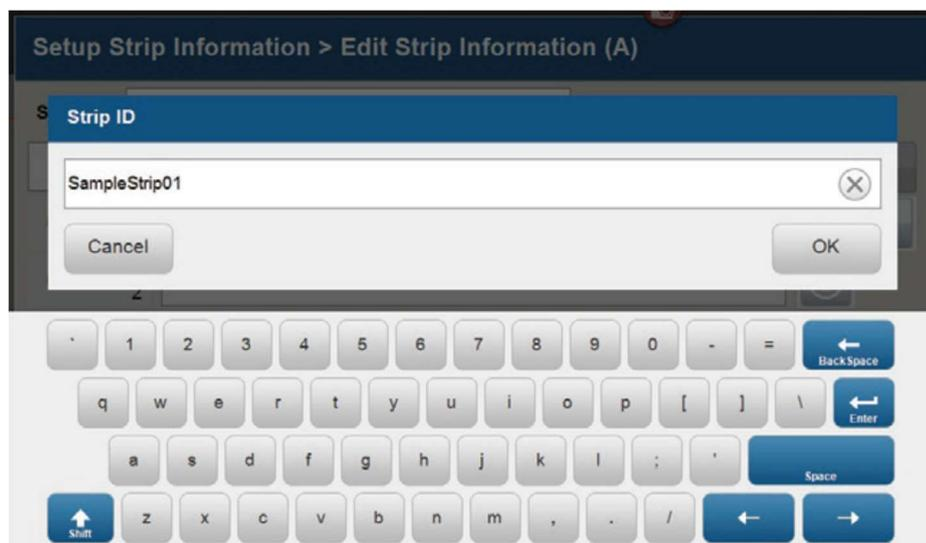

図 61 Set Strip ID ウィンドウ
**Set Strip ID** のウィンドウが開き、画面上のキーボードが利用可能になります。(図 61)